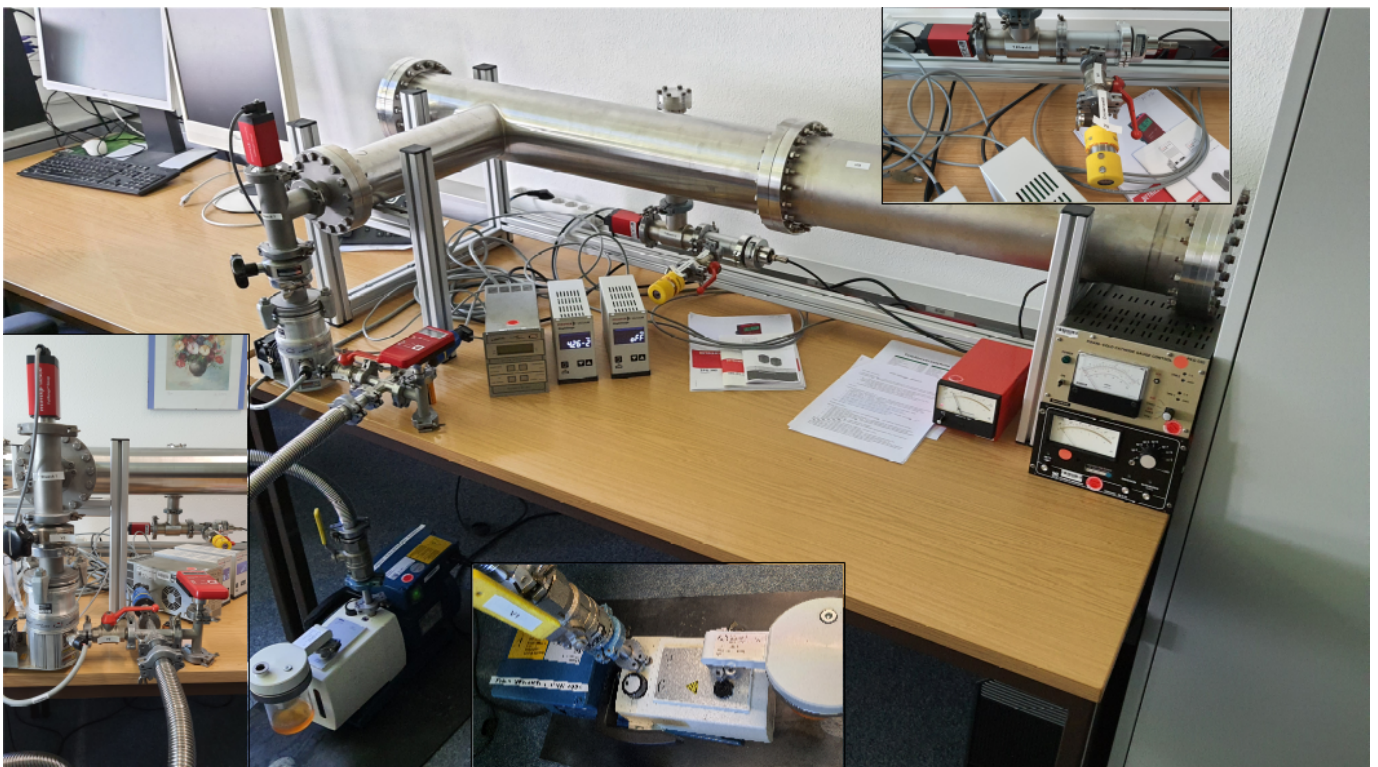

Abb.1: Aufbau des Vakuumversuchs (Beispiel mit großem Tank).
- **Optional:** Bauen Sie mit den vorhandenen Vakuumkomponenten die in Abb. 1 dargestellte Versuchsanordnung auf, d.h. einen Rezipienten mit allen notwendigen Pumpen, Ventilen, Rohrstücken, Dichtungen, Messanschlüssen, usw. Setzen Sie die 9V-Blockbatterie in das rote TPG202 Messgerät ein (auf die richtige Polung achten! Siehe Bedienungsanleitung).
- Vor der ersten Messung sollte der Rezipient zusätzlich einmal für einige Minuten (z. B. während des Kolloquiums) mit der Turbopumpe (TP) evakuiert und bei Bedarf mit einem Heißluftfön erwärmt werden, um z. B. Wasseranlagerungen von der Innenoberfläche des Rezipienten zu entfernen und somit die Desorptionsrate zu verringern. Gleichzeitig kann damit die Dichtigkeit des Pumpstandes auch für den Betrieb mit der Turbopumpe überprüft werden. Schalten sie zusätzlich zur DP die TP ein ("Start" auf dem Steuergerät drücken). Wenn ein Enddruck im Bereich  **$2 \cdot 10^{-5}$  mbar bis  $8 \cdot 10^{-5}$  mbar** erreicht wird (Anzeige am TPG-361, Pfeiffer Vacuum „SingleGauge“) gilt der Aufbau als ausreichend dicht. Schreiben Sie den **Enddruck  $p_E$  für die Turbopumpe** ebenfalls auf. **Wichtig: Der Enddruck  $p_E$  kann sich während der Messungen verschieben, daher muss er am Ende der Messungen zur Bestimmung der Evakuierungskurven nach einigen Minuten Wartezeit erneut notiert werden!**